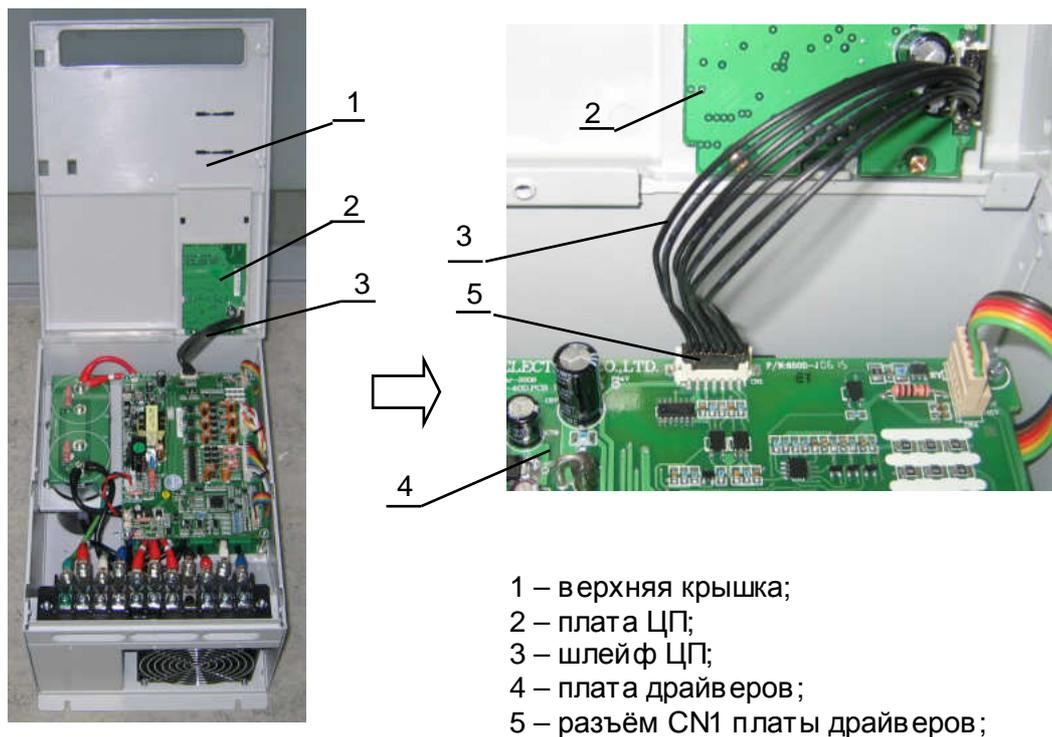

Рис. 6.3
6.1.3. Поднять верхнюю крышку со стороны силовой клеммной колодки (рис.6.3). Отсоединить разъем **шлейфа ЦП** (3) от **разъема CN1** (5) **платы драйверов** (4) (рис.6.3). Положить её в тару для составных частей.